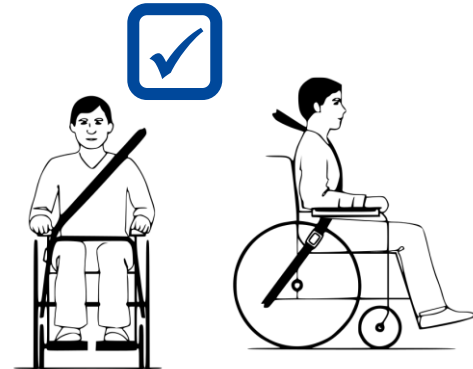

Figura 2 *Cinturón de retención bien abrochado*
7. Asegurarse de que los cinturones de retención del hombro se ajusten sobre los hombros, véase figura 2.